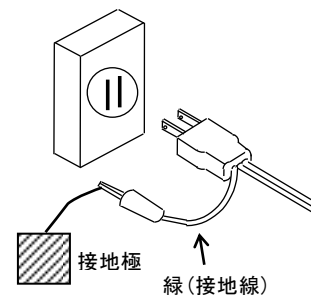

図3
(1) 結線
- (a) 図3に示す配線をしてください。
(2) ケーブル
(a) 図3のワニ口クリップを利用して接地してください。